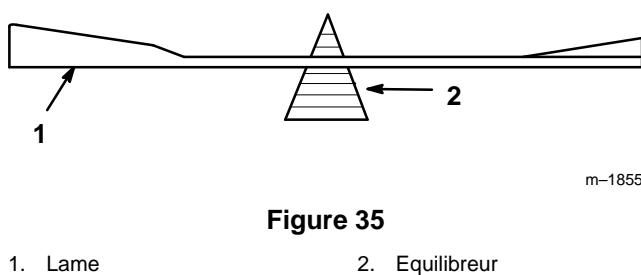

Figure 35
- Vérifier l'équilibre de la lame en la plaçant sur un équilibrEUR (Fig. 35). Si la lame reste horizontale, elle est équilibrée et peut être utilisée. Si la lame est déséquilibrée, limer un peu le dos de la lame. Vérifier de nouveau et répéter la procédure jusqu'à ce que la lame soit équilibrée.